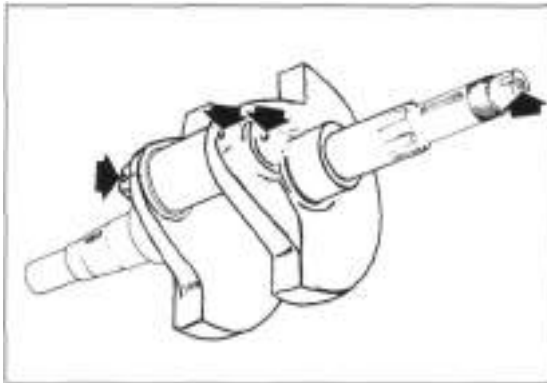

Bild 190
- Gewindestopfen der Kurbelwelle (Bild 190) ausdrehen und Ölbohrungen durchspülen.